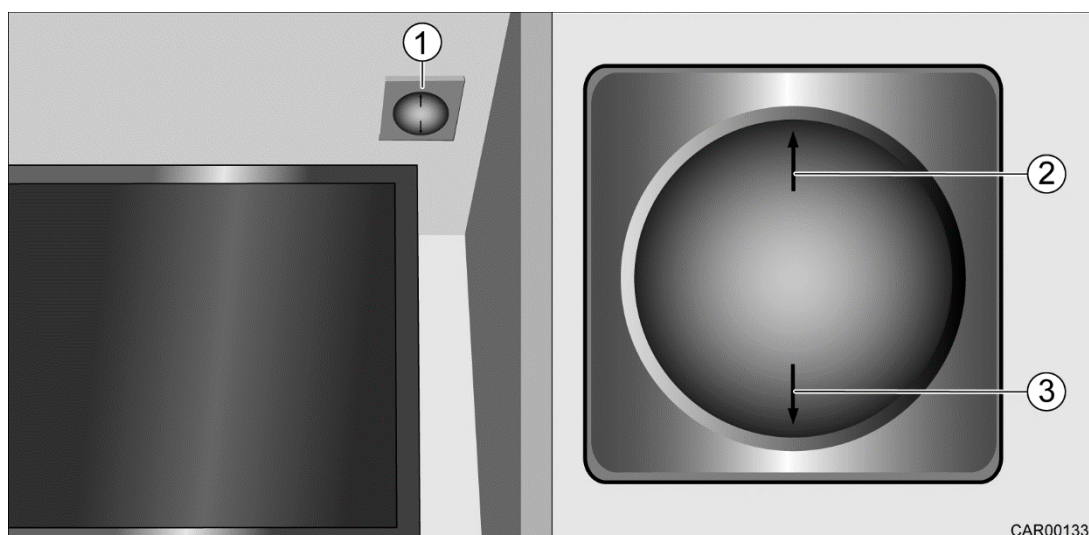

Fig. 150 Système coulissant du téléviseur au niveau de la banquette latérale
1. Maintenir appuyé l'interrupteur (Fig. 150/1) sur le côté avec la flèche orientée vers le haut (Fig. 150/2). Le téléviseur se déplace vers le haut.
1. Maintenir appuyé l'interrupteur (Fig. 150/1) sur le côté avec la flèche orientée vers le bas (Fig. 150/3). Le téléviseur se déplace vers le bas.